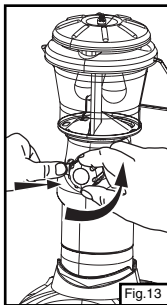

Fig. 13
- Ouvrez la soupape de commande puis appuyez plusieurs fois sur l'ALLUMEUR afin d'enflammer les manchons. (Fig. 13)